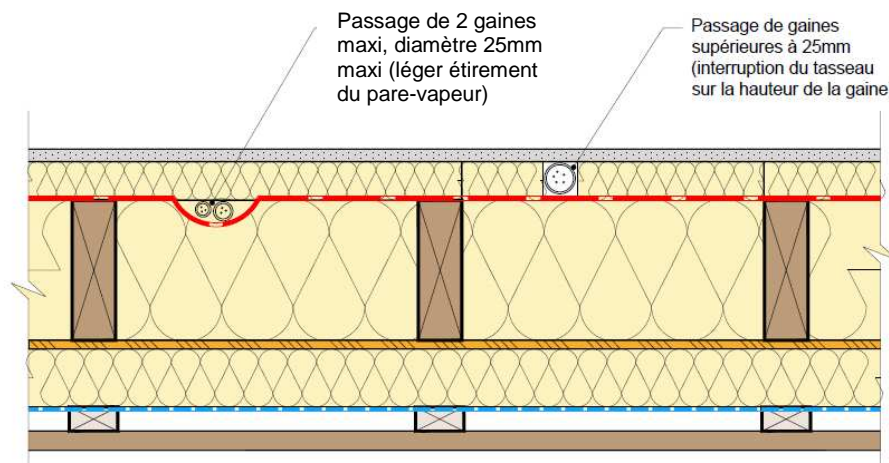

Figure 5 : Passage de gaines perpendiculaires aux tasseaux supports d'isolant et/ou de parement
- Le titulaire du lot MACONNERIE doit s'assurer de la compatibilité de l'implantation avec la règle des 23 cm (voir Figure 5).